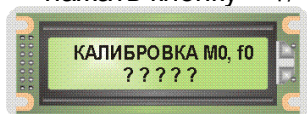

Рис. 1.4.3. Вид ЖКИ БУК при входе в режим «Калибровка»
- нажать кнопку «+/- (N0)», ЖКИ БУК примет вид, приведенный на рис. 1.4.3:
- для влагомера модификации «Микрорадар-114А13Р», по запросу на ЖКИ БУК, приведенному на рис. 1.4.3, ввести пароль «67294», после ввода пароля, в зависимости от того, какой вид калибровки применяется в текущий момент, на ЖКИ БУК высветится:
- нажать кнопку «+/-N0» (при этом на ЖКИ высветится запрос, приведенный на рис. 1.4.3);